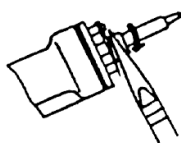

FIG. 2
3. Dévissez le dispositif de verrouillage (fig. 2 & 3).